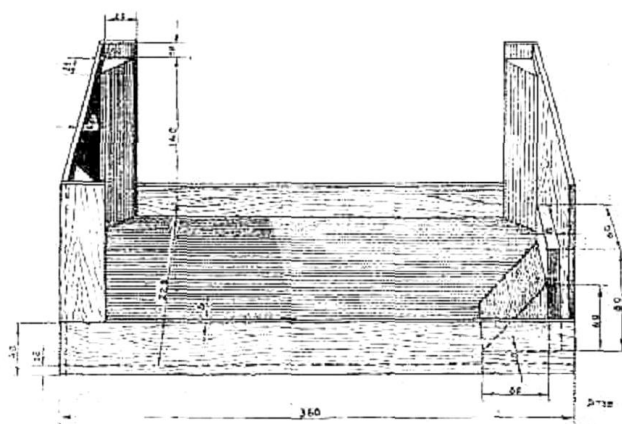

Fig. 1
- Ne jamais placer le châssis sens dessus, dessous,** car la moindre bosselure dans l'un des cylindres de bobine influence déjà la selfinduction à tel point qu'il peut se produire une désynchronisation néfaste. Poser le châssis sur l'un de ses petits côtés (sur une surface plane) ou bien utiliser le petit banc de montage dessiné dans la fig. 1. (No. de Code 09.990.920).